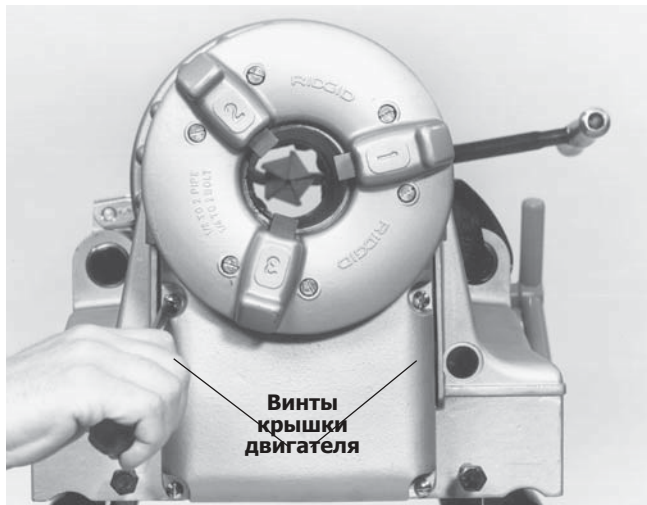

Рисунок 28 – Ослабьте и вытащите винты крышки двигателя
2. Полностью ослабьте четыре винта, которые удерживают крышку корпуса двигателя на месте, и снимите крышку корпуса двигателя (рисунок 28).